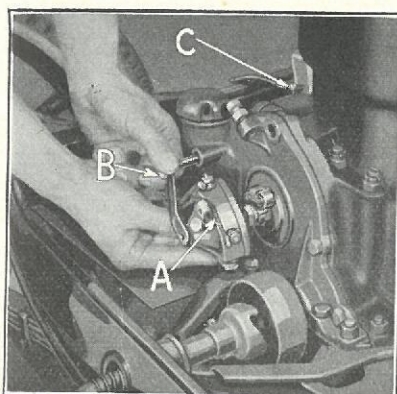

Fig. 95
- (a) Anbring Strømfordeleren (Fig. 95-A) i sit Sæde paa forreste Cylinderdæksel.